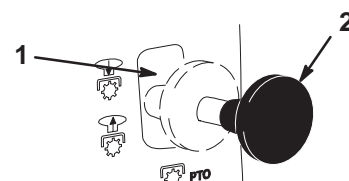

Figure 7
3. Mettez la commande des lames (PDF) en position Désengagée (Fig. 7).